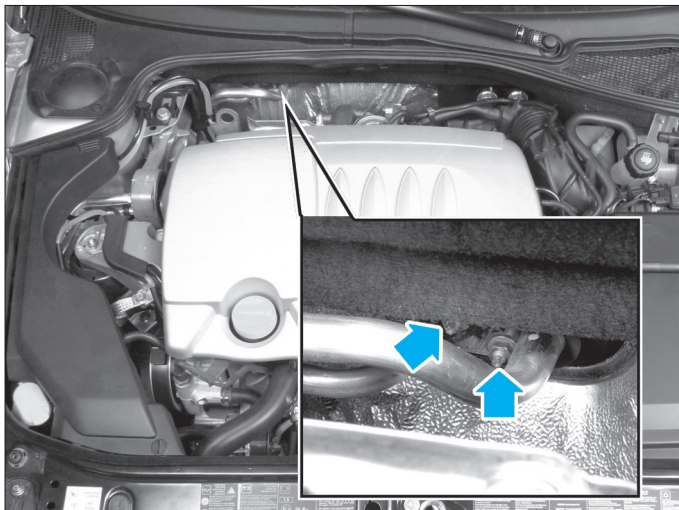

FIG. 19
- Déposer les deux vis de fixation des tuyaux sur le tablier (fig. 19).